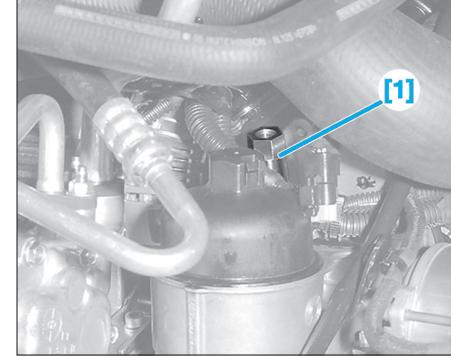

Fig. 13
- [1]. Prolongateur de raccord de prise de pression d'huile (réf : 1503.M) (Fig.13).
- Brancher l'outil [1] (Fig.13) puis l'outil [2] (Fig.14) en lieu et place du manoncontact.